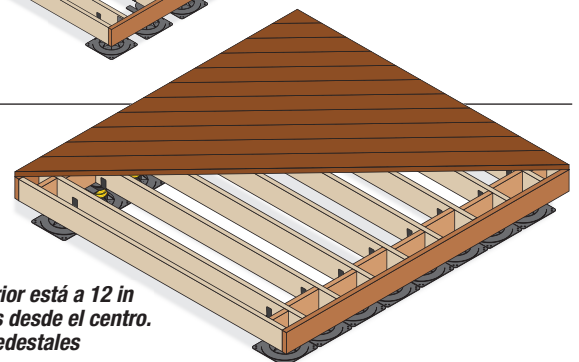

Imagen 27
A. Las tablas de la plataforma siempre están perpendiculares a las viguetas de la plataforma. (Consulte la imagen 27). Las tablas de la plataforma se pueden colocar en orientación diagonal; sin embargo, verifique las recomendaciones del fabricante de las tablas respecto de la separación de las viguetas antes de instalarlas. **Se requerirán pedestales adicionales. Las plataformas con pedestales Level.Up siempre deben tener un mínimo de 8 × 8 ft (2.44 × 2.44 m) para evitar vuelcos.**